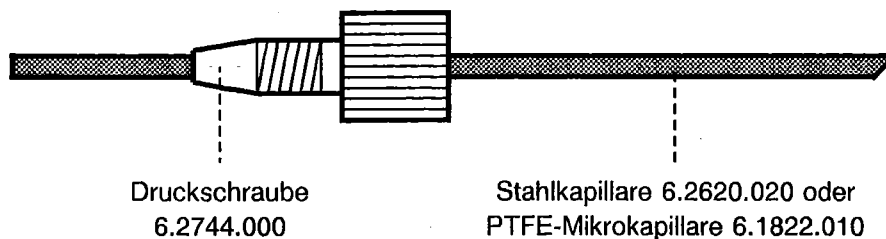

Abb. 9: Anschlussstück aus PVDF
- 2▶ An dem zu befestigenden Ende der Kapillare eine Druckschraube 6.2744.000 gemäss Abb. 9 auf die Kapillare stülpen.